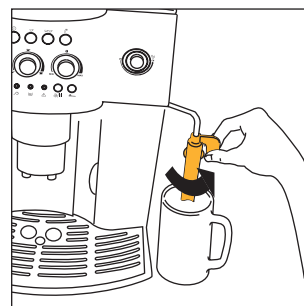
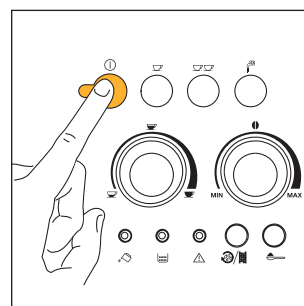
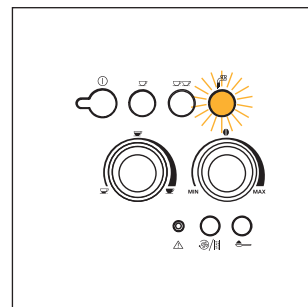

Abb. 3
Abb. 4
Abb.22
2. Den Milchaufschäumer nach außen drehen, eine Tasse darunter stellen (Abb. 3), und durch Drücken der Taste ① (Abb. 4) die Maschine einschalten.
- Den Milchaufschäumer zur Außenseite der Maschine hin drehen (Abb. 3).
- Ein leeres Gefäß unter den Milchaufschäumer stellen (Abb. 3). Den Dampfdrehknopf um eine halbe Umdrehung nach links bis zum Anschlag drehen (die Kontrollanzeige  blinkt auf, Abb. 22). Lassen Sie nun einige Sekunden lang das Wasser zusammen mit dem Dampf herauslaufen, bis nur noch Dampf austritt.